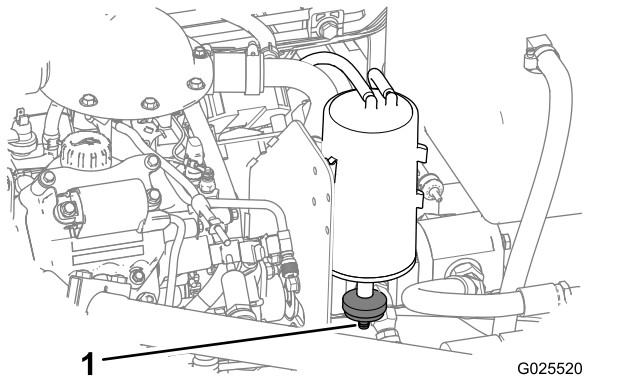

図 55
1. カーボンキャニスタ下部にあるエアフィルタを探し出す 図 55。